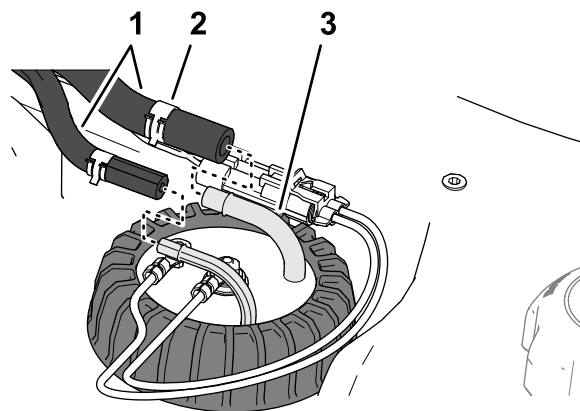

図 124
4. 燃料センダの機体内側にあるフィッティングにホースを固定しているクランプを外してフィッティングからホースを取り外す **図 124**。